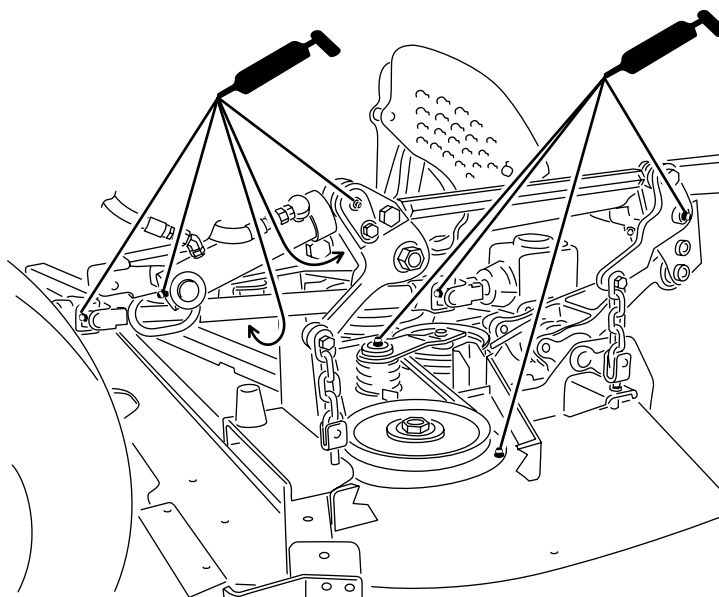

Рисунок 29
1. Тщательно протрите масленки, чтобы посторонние вещества не могли попасть в подшипник или втулку (**Рисунок 29**).